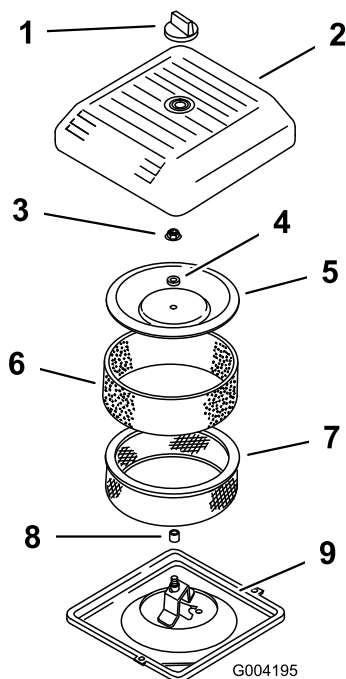

Figura 17
2. Desenrosque el pomo y retire la cubierta del limpiador de aire (Figura 17).
3. Deslice cuidadosamente el prefiltro de gomaespuma para separarlo del elemento de papel (Figura 17).
4. Desenrosque la tuerca de la tapa y retire la tapa, el espaciador y el filtro de papel (Figura 17).
2. Coloque el conjunto del limpiador de aire sobre su base (Figura 17).
3. Instale la tapa y el espaciador y fíjelos con la tuerca de la tapa (Figura 17). Apriete la tuerca a 95 pulgadas-libra (10,7 Nm).
4. Instale la cubierta del limpiador de aire y fíjela con el pomo (Figura 17).